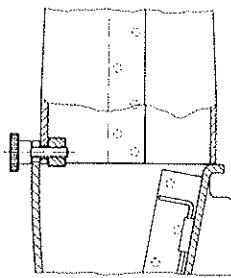

Bild 7
Die Späneabsaughaube 30 485 mit ihren beiden Rändelschrauben so an der Schutzhäube (20) befestigen, daß die Unterkante der Absaughaube (wie im Bild 7) an der Schutzhäube anliegt.